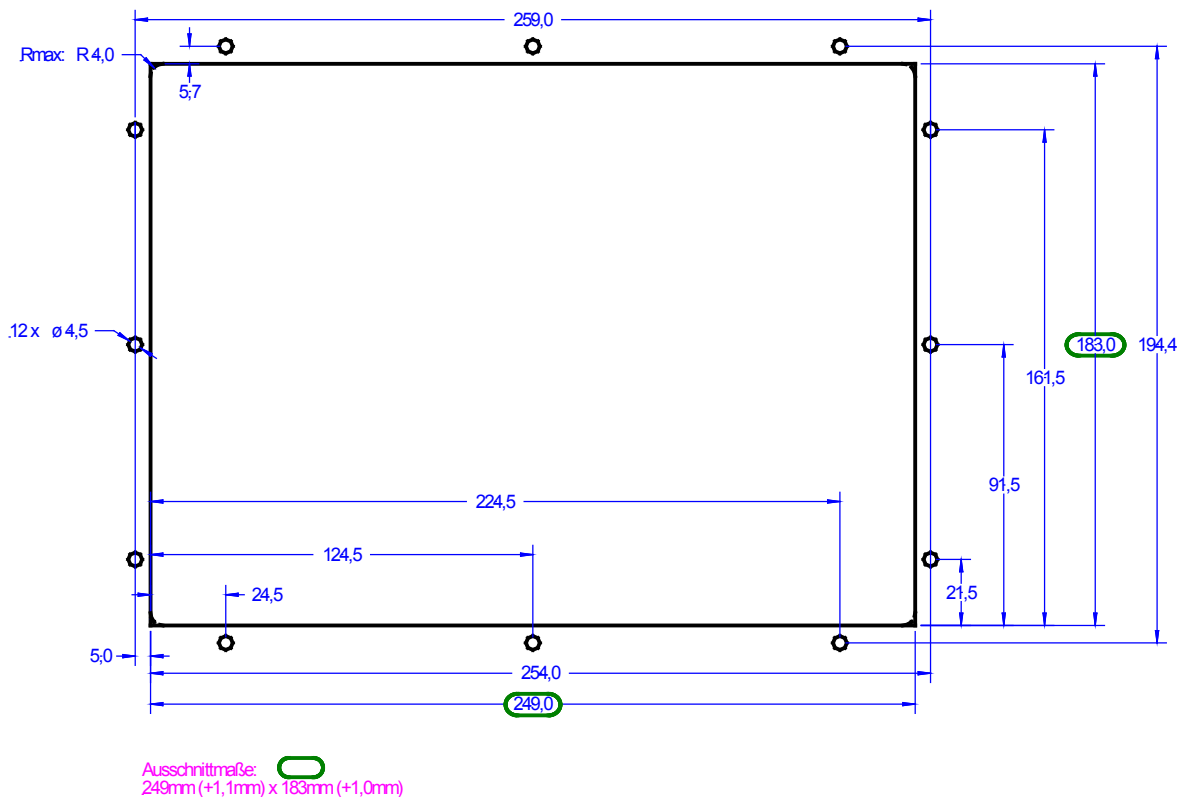

Abbildung 4-5: Kunststoffgehäuse - Bohrschema
Eine Zeichnung zum Schalttafel-ausschnitt finden Sie unter Abbildung 4-5 auf Seite 14.
Das Gehäuse verfügt über 12 Schraubeinsätze (siehe Abbildung 4-5 zu deren Position), die alle entsprechend angezogen werden müssen, um die erforderliche Schutzklasse zu erreichen.
1. Öffnen und bohren Sie die Schalttafel entsprechend der Abbildung 4-5 (Abmessungen in mm).